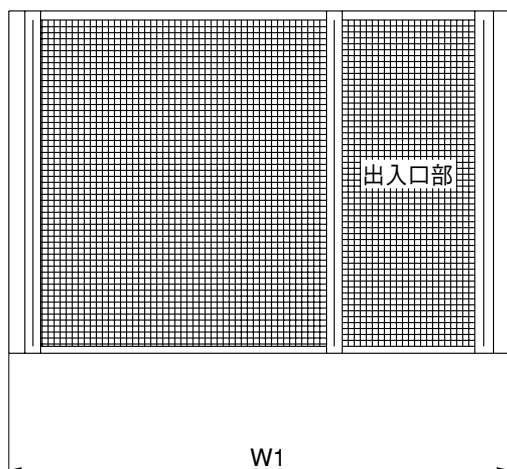

図2-1 間口ネット (※1)
2. 基本寸法 ※間口ネットは右出入口用と左出入口用があります。図2-1(※1)は右出入口用です。